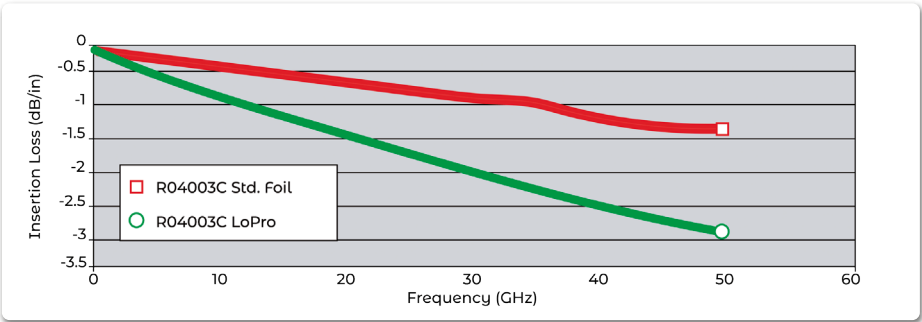

Bild 5: Verlauf der Einfügungsdämpfung zweier hochwertiger Materialien über der Frequenz
- 2. Die elektrischen und magnetischen Felder von hochfrequenten Rechteckwellen, die das Dielektrikum durchqueren, verursachen eine vorübergehende Energiespeicherung (Dk) und einen Verlust (Df). Diese doppelten Hindernisse führen zu Signalverlust. Dieser gestaltet sich frequenzabhängig wie beispielsweise in Bild 5.